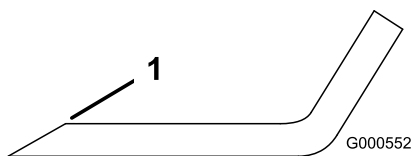

Figure 64
1. Au moyen d'une lime, aiguisiez les tranchants aux deux extrémités de la lame (Figure 64).
Remarque: Si la lame est déséquilibrée, limez un peu l'extrémité de l'ailette seulement (Figure 64).